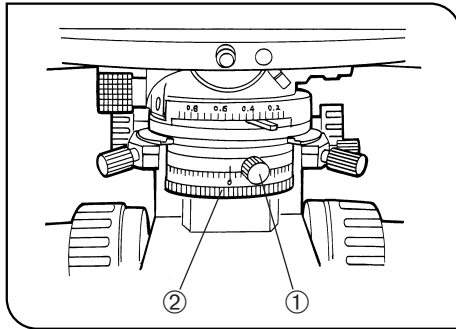

Abb. 30
(Abb. 30)
2. Den drehbaren Analysator in den Strahlengang einschwenken und die Skala für die Schwingungsrichtung auf 0° stellen. Mit der Feststellschraube befestigen. (Abb. 30)
4. Die Feststellschraube des Polarisators ① lösen. Das Polarisator-Drehrad ② drehen, bis vollständige Auslöschung erreicht ist. An diesem Punkt die Feststellschraube ① anziehen. (Abb. 30)